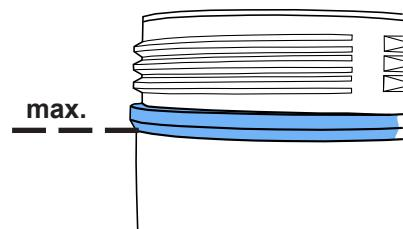

Fig. 7
- ⇒ Expulsar por completo el aire del depósito de chorreado presionando la válvula de aireación (5).
- ⇒ Desenroscar la tapa del depósito (4). (Si no es posible soltar la tapa del depósito, será que aún existe presión en el tanque de chorreado >>> ¡accionar nuevamente la válvula de aireación!)
- ⇒ Llene el depósito tan sólo hasta la máxima altura de llenado (Fig. 7) (abombamiento de la envoltura del depósito por debajo de la rosca) con material abrasivo.